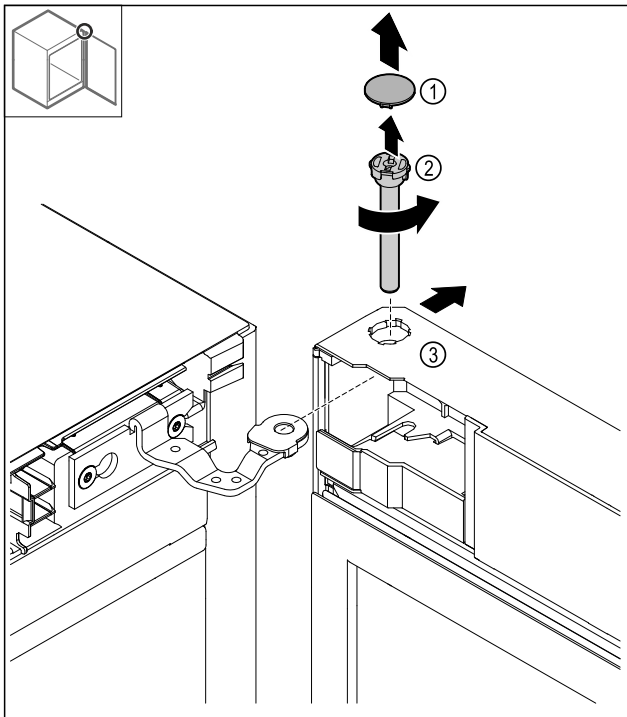

Fig. 14
- Retirer le cache Fig. 14 (1).
- Dévisser le boulon Fig. 14 (2) dans les sens inverse des aiguilles d'une montre et le retirer.
- Basculer légèrement la porte Fig. 14 (3).